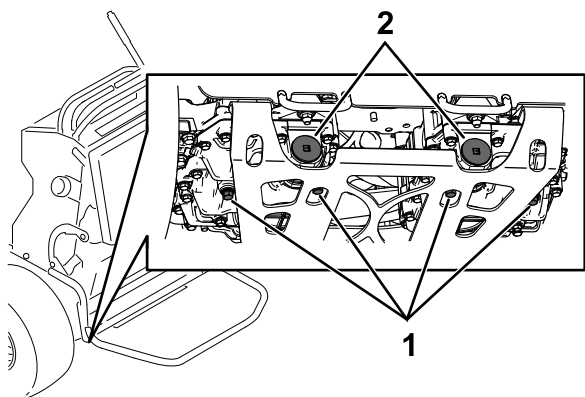

Figura 78
5. Individuate il tappo di spurgo nella parte inferiore di ciascuna trasmissione e posizionate una bacinella di spurgo sotto i tappi (Figura 78).